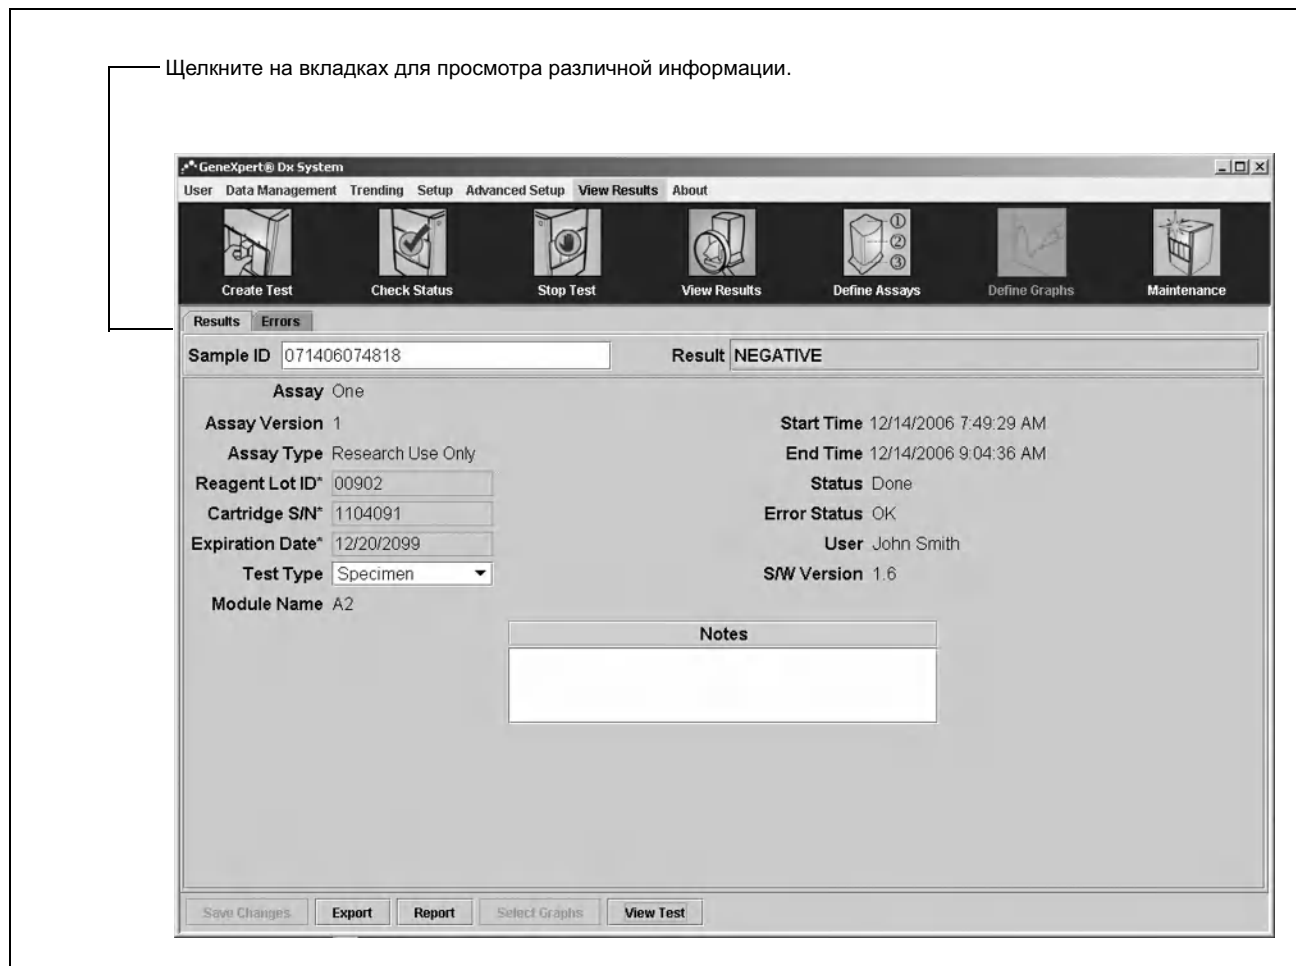
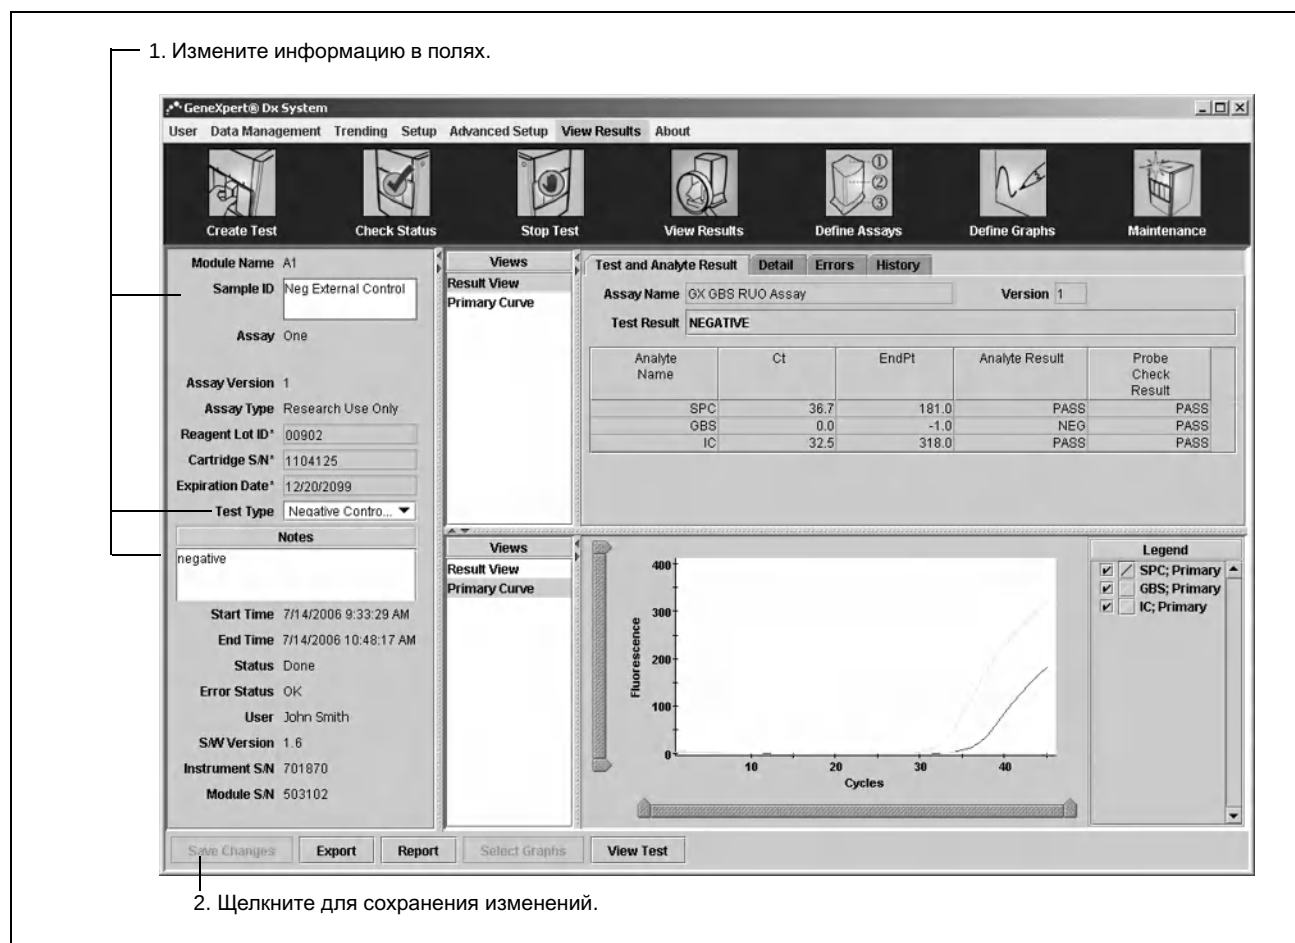

Рис. 5-13. Система GeneXpert Dx — окно «View Results» (Просмотр результатов), вкладка «Results» (Результаты) (для базовых пользователей).
Рис. 5-19. Система GeneXpert Dx — окно «View Results» (Просмотр результатов) (для расширенных пользователей и администратора).
На Рис. 5-13 показано окно «View Results» (Просмотр результатов) для базовых пользователей. Окно содержит две вкладки: «Results» (Результаты) и «Errors» (Ошибки).
На вкладке «Results» (Результаты) отображается следующая информация (Рис. 5-13):
1. В окне «View Results» (Просмотр результатов) (Рис. 5-13 или 5-15) измените данные в поле «Sample ID» (Идентификатор образца), «Test Type» (Тип теста) или «Notes» (Примечания) (Рис. 5-19).
Для генерации файла PDF, содержащего результаты теста, в окне «View Results» (Просмотр результатов) (Рис. 5-13 или 5-15) щелкните **«Report»** (Отчет).
Для экспорта результатов теста в файл с разделительной запятой (.csv) в окне «View Results» (Просмотр результатов) (Рис. 5-13 или 5-15) щелкните «**Export**» (Экспорт).